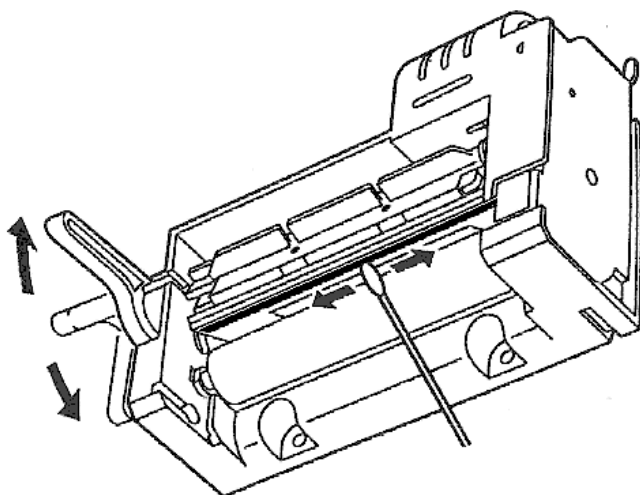

Рис. 10.1
- бязевым тампоном, намотанным на деревянную палочку (спичку) и смоченным этиловым или изопропиловым спиртом, протереть печатающую головку (см. рис. 10.1.);